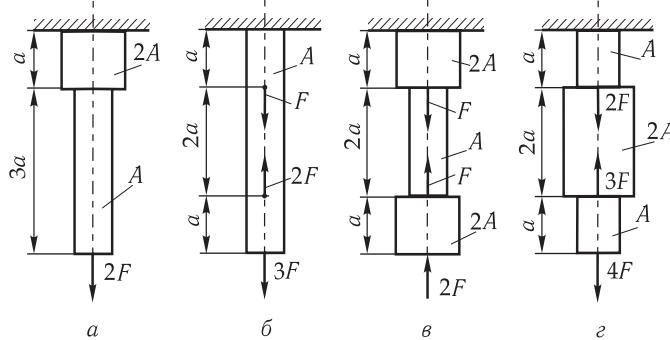

Рис. 2.3
**2.14.** Побудувати епюри поздовжніх сил і нормальніх напружень для стрижнів, зображені на рис. 2.3, за  $F = 10$  кН,  $A = 250 \text{ mm}^2$ .